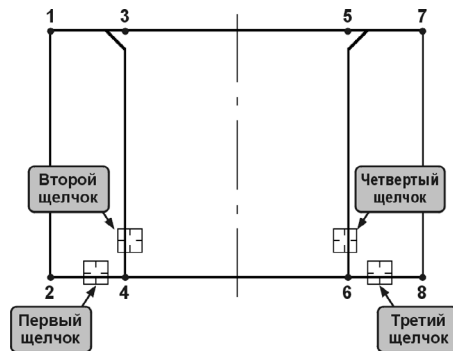

Рис. 13.14. Последовательность указания отрезков
6. Укажите курсором отрезки в последовательности, показанной на рис. 13.14.